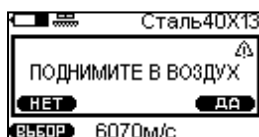

Рисунок 2.12 – Инструкция «ПОДНИМИТЕ В ВОЗДУХ»
4. Поднять преобразователь в воздух, согласно инструкции, на дисплее прибора «ПОДНИМИТЕ В ВОЗДУХ» (рис. 2.12), после чего подтвердить выполнение действия нажатием клавиши «».
ВОЗДУХ» (рис. 2.12), после чего подтвердить выполнение действия нажатием клавиши «».